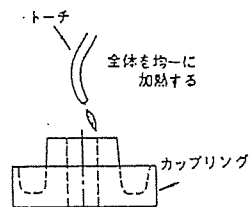

図2 カップリングの焼きばめ
- (2) ボスの内径およびキーみぞに傷やかえりのある場合は、やすりやサンドペーパーで手入れをする。
- (3) ボスをガスやヒータなどで、加熱膨張させる（図2参照）。
- (4) 加熱後、軸にそう入する。